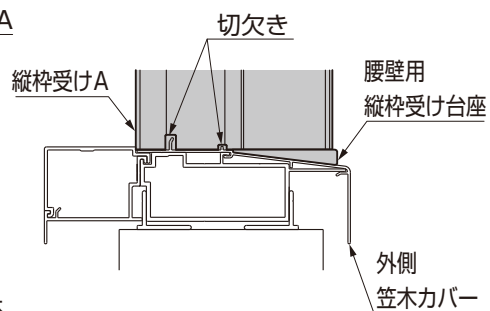
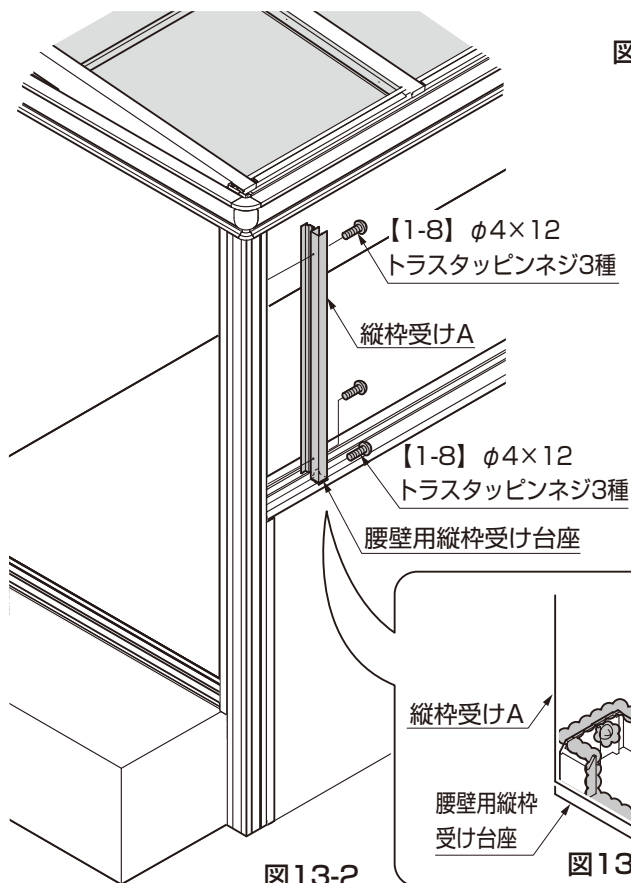
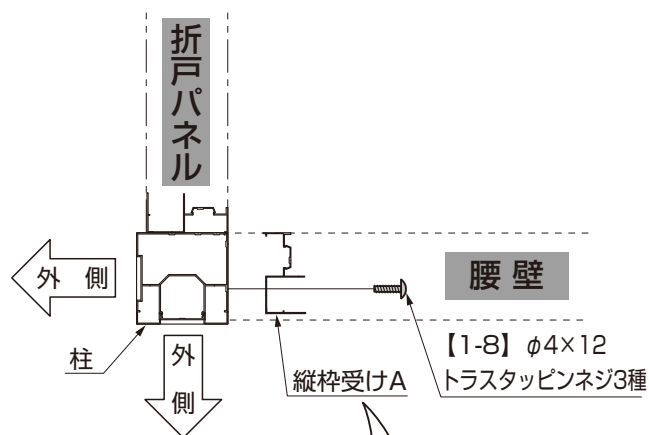

図13-3
図13-2
図13-4
- ②縦枠受けAを外側笠木にはめ込み、柱に【1-8】で取付けてください。（図13-2、図13-3、図13-4参照）
- ③腰壁用縦枠受け台座を縦枠受けAと柱に【1-8】で固定してください。（図13-2参照）